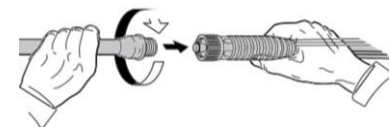

Fig. 10c
- Inserire la lancia nella pistola come mostrato nella Fig. 10c.